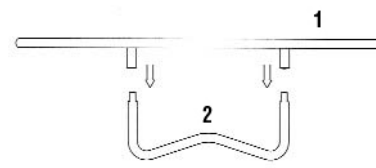

Fig. 2
Sono presenti in totale 6 parti tubolari in acciaio (1) per assemblare il telaio. Tutti i pezzi con lo stesso codice categorico sono intercambiabili e non presentano alcuna differenza per l'allineamento a destra oppure a sinistra. Per congiungere i pezzi occorre soltanto inserire l'estremità più sottile dell'elemento tubolare nell'estremità di dimensioni maggiori del successivo elemento tubolare (figura 1). Successivamente si passa ad infilare le 3 gambe (2) nei relativi supporti. Fare attenzione che il meccanismo a clic sia bloccato correttamente in posizione (Fig.2).